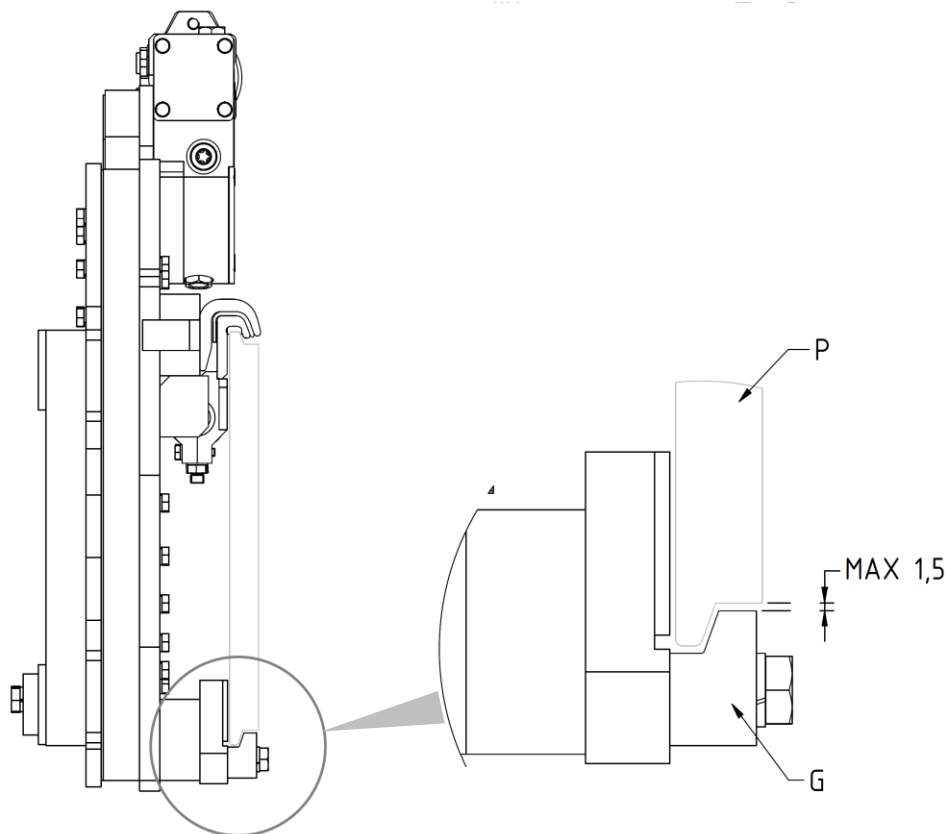

Figura 11
8. Riavvitare i 2 ganci inferiori **G** in modo che il corpo di questi rimanga agganciato anche inferiormente alla piastra porta forche **P** (con gioco max. 1,5mm, vedi dettaglio *Figura 11*), serrando con coppia di serraggio indicata nella *Tabella 4*.